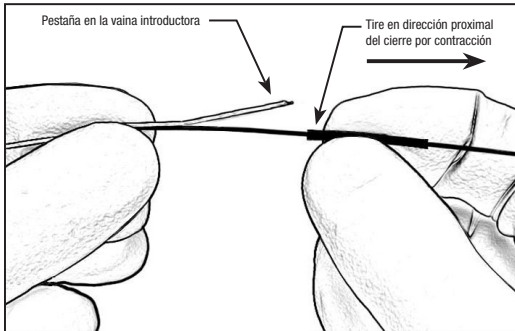

Figura 3: tire del cierre por contracción en dirección proximal
17. Sujete el dispositivo lejos del cierre por contracción y tire del cierre por contracción en dirección proximal para exponer la lengüeta de la vaina introductora. Consulte la Figura 3.